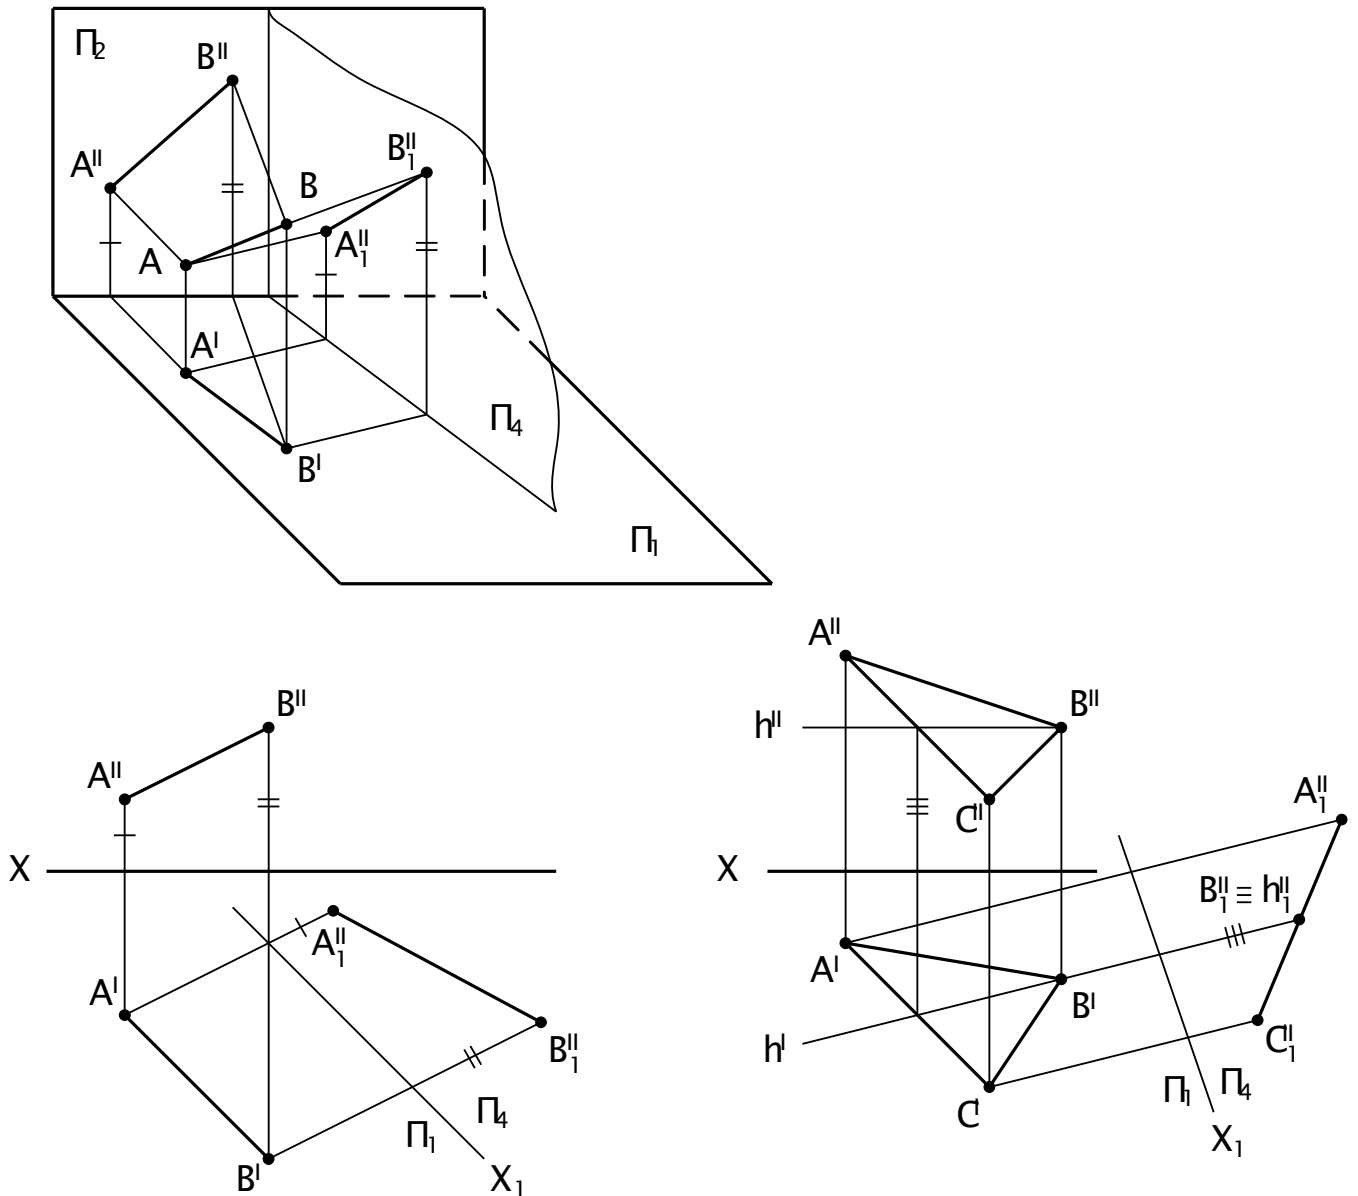

Рис. 23
1. Прямую общего положения преобразовать в линию уровня, если новую плоскость проекций выбрать параллельно прямой (Рис. 23).